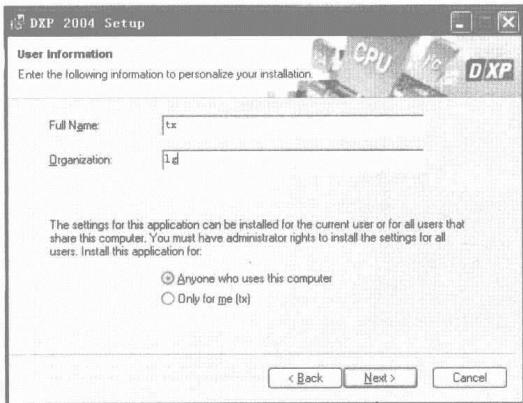
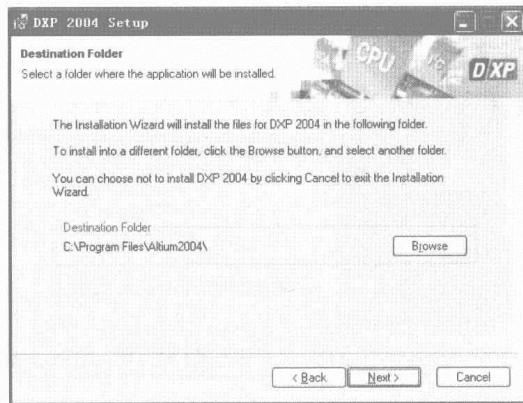

图 1-3 用户信息
图 1-4 安装路径
- [3] 在图 1-2 中出现的选择项中，默认的选项是“*I do not accept the license agreement*”，此时 **Next >** 按钮呈灰色。只有选中“*I accept the license agreement*”选项后，才能单击按钮 **Next >** 进入下一步安装，如图 1-3 所示。
- [4] 在图 1-3 的对话框中，在“Full Name”栏中输入用户名，在“Organization”栏中输入公司名称，单击按钮 **Next >** 进入下一步安装，出现如图 1-4 所示的安装界面。
- [5] 在图 1-4 中，单击按钮 **Browse** 设置安装路径，本练习的安装路径为“C:\Program Files\Altium2004”。